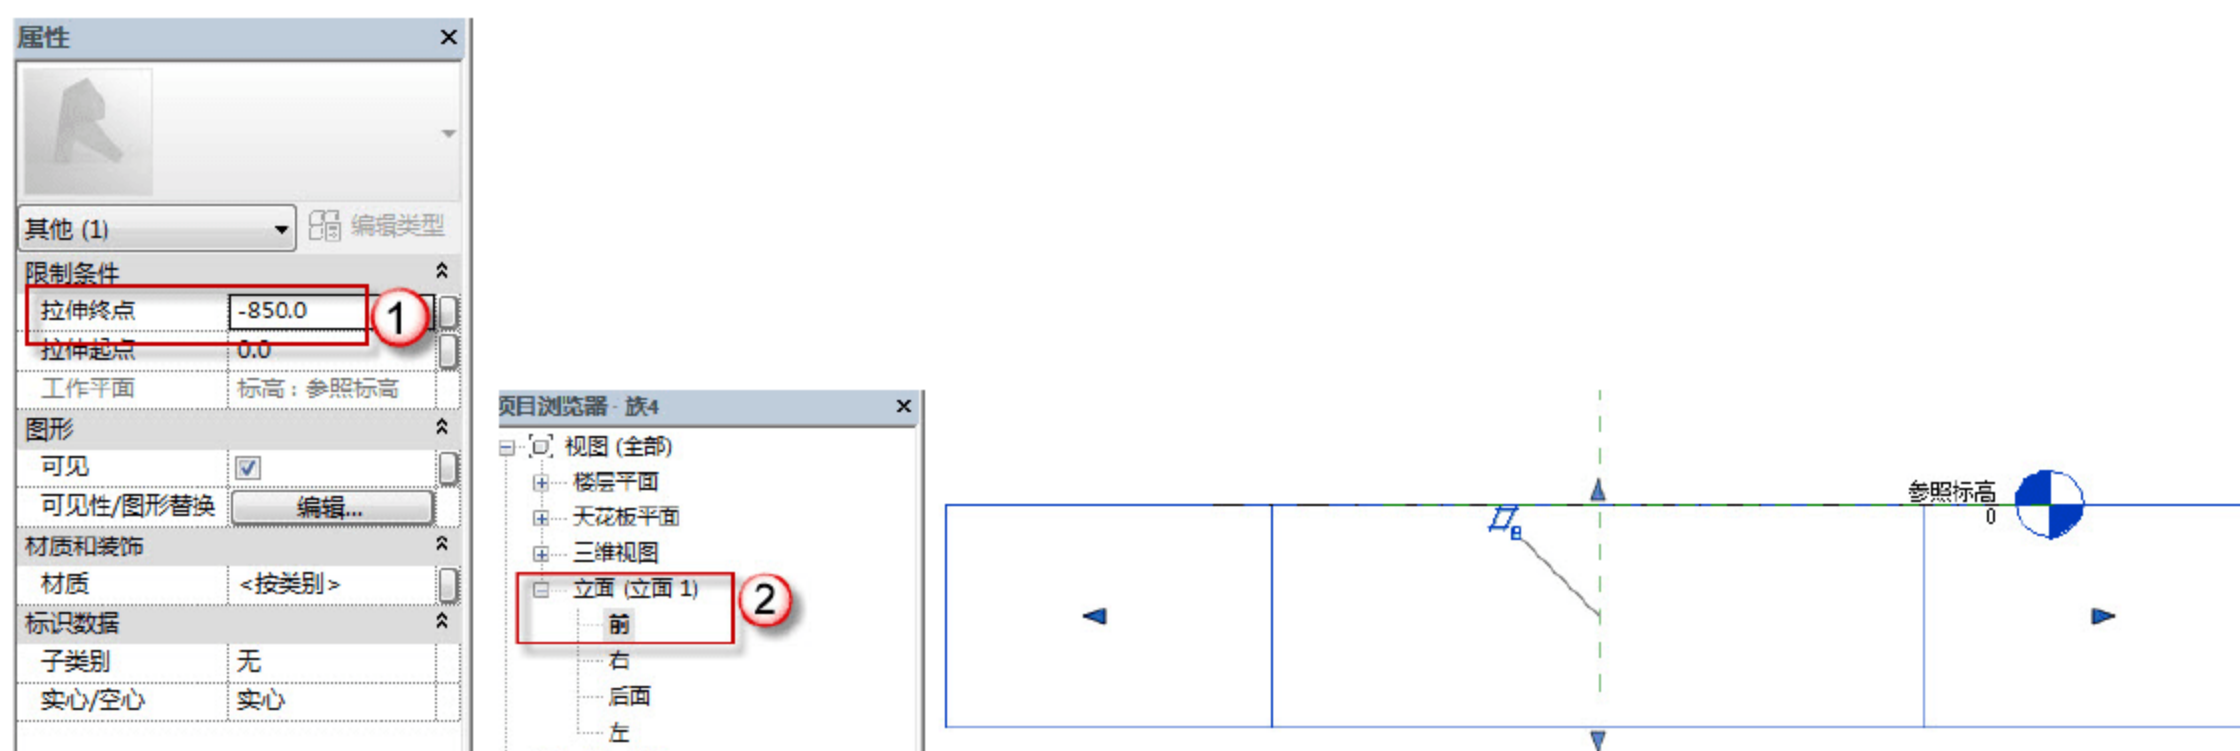

图 2.1.82 定义承台高度
(5) 定义承台高度。在“属性”面板中，在“拉伸终点”后输入数值-850，在“项目浏览器”面板中选择“立面”→“前”命令，观看承台高度，如图 2.1.82 所示。